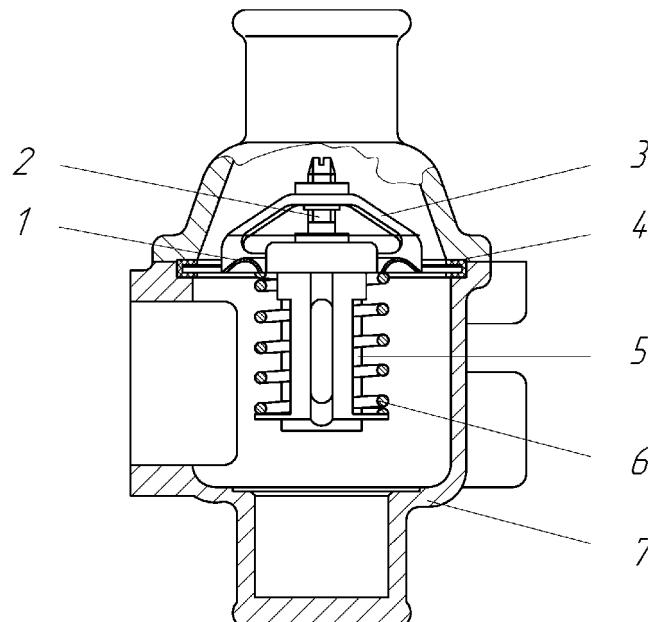

Рисунок 25 – Термостат:
**Термостат** (Рисунок 25) с твердым наполнителем, одноклапанный, типа ТС 108-01 расположен в корпусе, установленном на выходном отверстии головки цилиндров, и соединен шлангами с водяным насосом и радиатором.